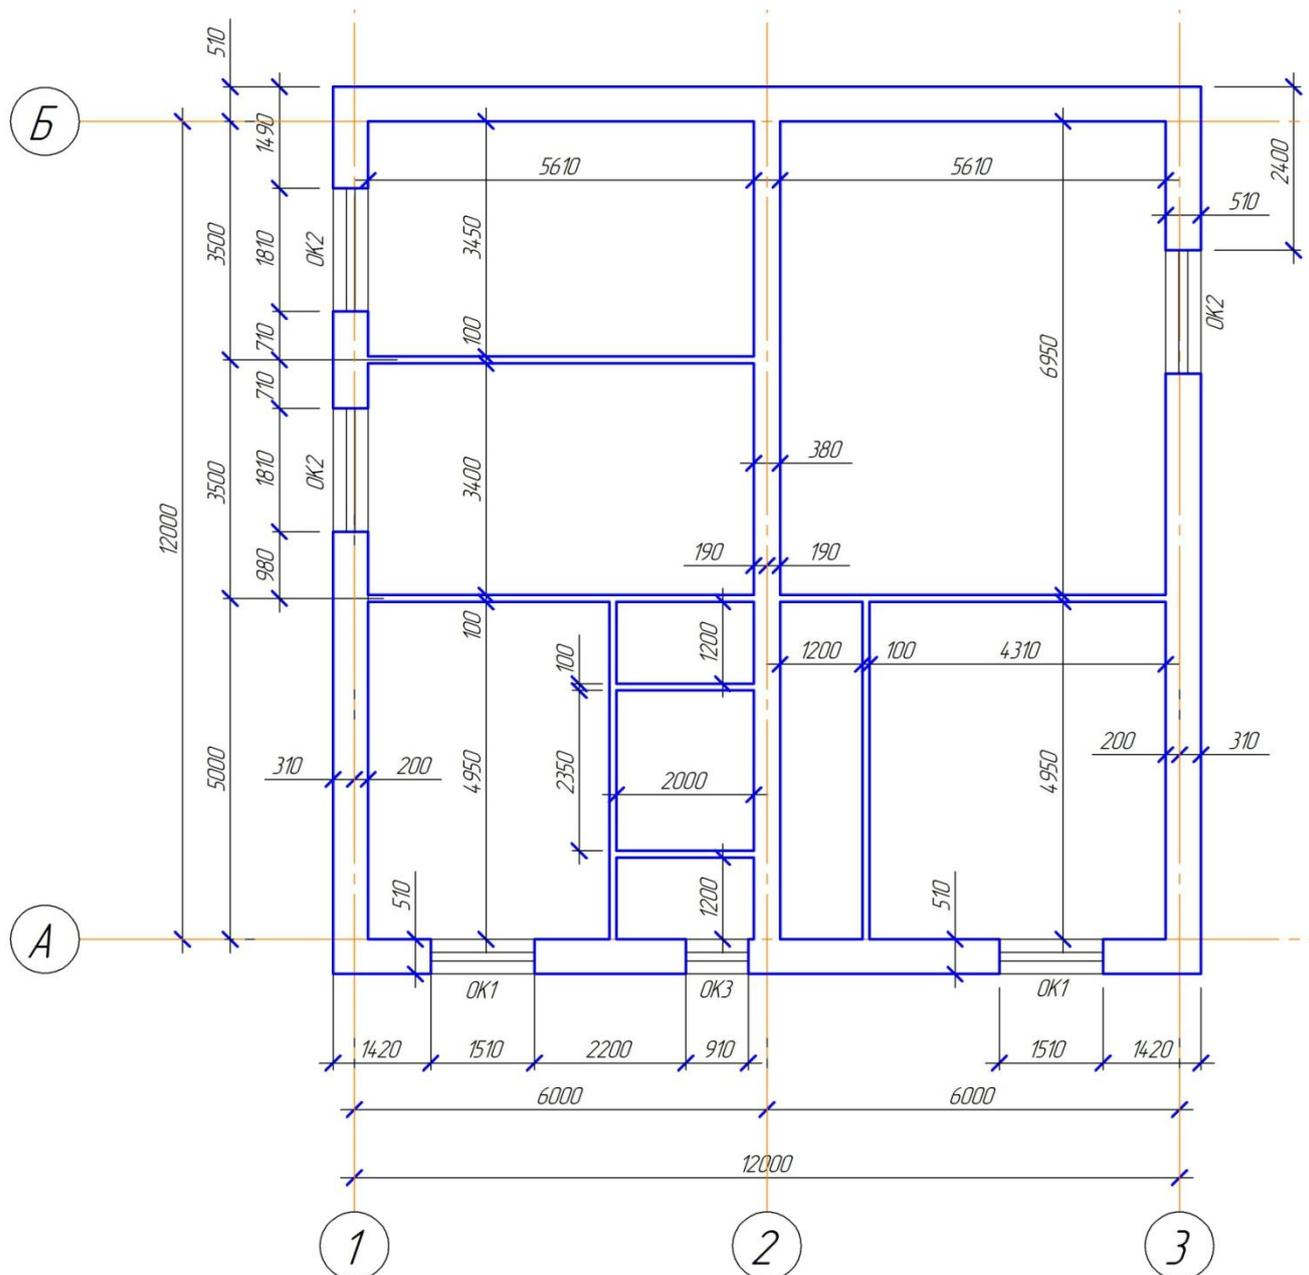

Рисунок 38
4. Производят разбивку оконных проемов в наружных стенах (рис. 38). Проемы выполняем согласно спецификации окон (рис. 39) с двойным остеклением, подписываем все окна (ОК1, ОК2 ...) у наружной грани стены. Размеры простенков между окнами делаем таким образом, чтобы они были кратны $\frac{1}{2}$ кирпича с учетом шва, т.е. 130 (120, 380, 510, 640, 770, 900, 1030, 1160, 1290, 1420, 1550, 1680, 1810, 1940, 2070, 2200, 2330, 2460, 2590, 2720, 2850, 2980, 3110, 3240, 3370, 3500, 3630, 3760, 3890, 4020, 4150, 4280, 4410, 4540, 4670, 4800 и т.д.) мм.